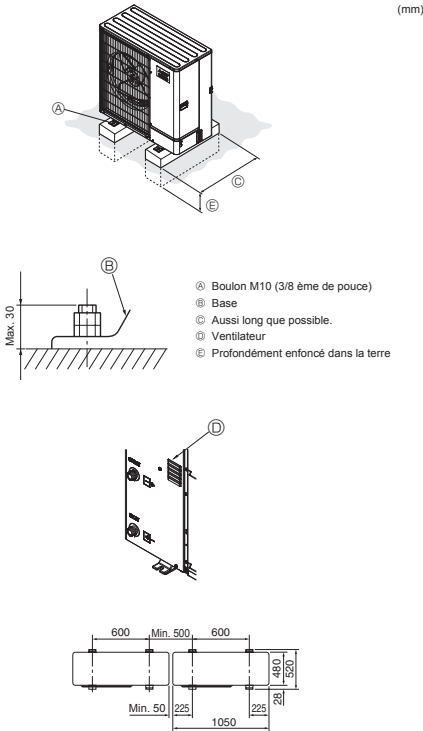

Fig. 3-1
- (mm) • Bien installer l'appareil sur une surface solide et de niveau, de façon à éviter tout bruit de crécelle pendant le fonctionnement. (Fig. 3-1)